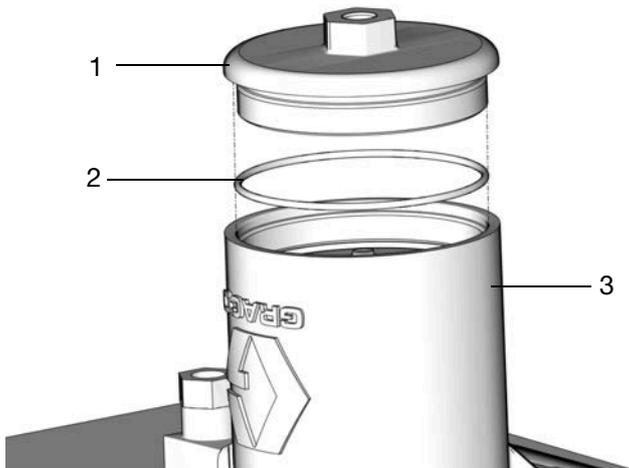

FIG. 21
19. Retirez le couvercle (1), le joint torique (2) du couvercle et le ressort (6). Jetez le joint torique conformément à toutes les réglementations applicables (FIG. 21).